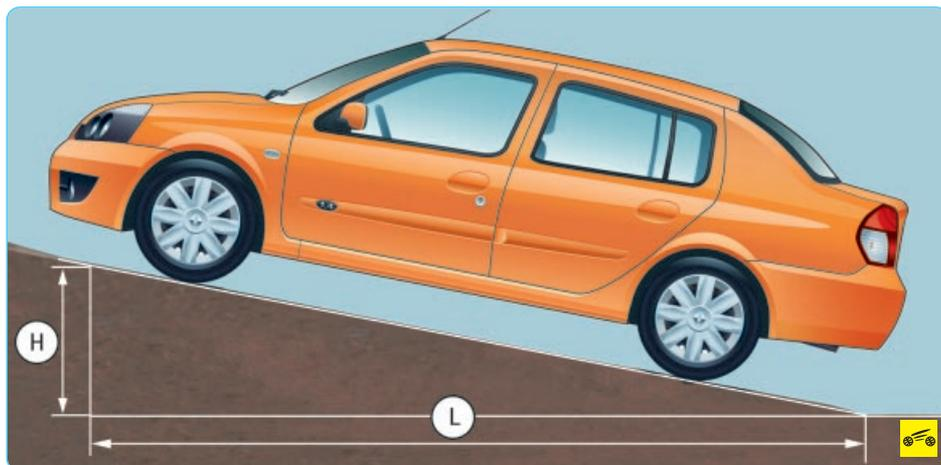

Рис. 9.6. Проверка стояночного тормоза
1. Для проверки правильности регулировки стояночного тормоза найдите вблизи места стоянки вашего автомобиля эстакаду или погрузочный пандус высотой **H** (рис. 9.6), равной 1,25 м при длине въезда **L**, равной 5 м. Такое соотношение соответствует уклону 25%.